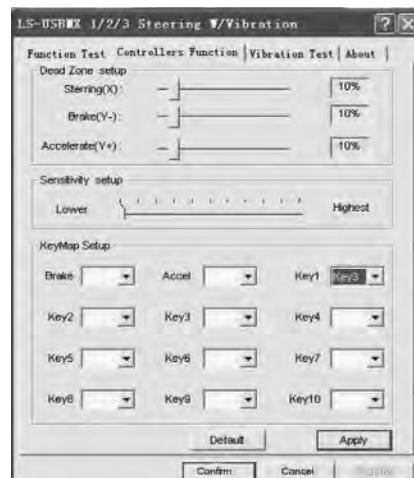

Рис. 8
- Выберите закладку «Controllers Function» для настройки осей и кнопок (рис. 8).
- Настройка Dead Zone setup («мертвой зоны»): манипулятор не будет реагировать на незначительное нажатие на педали газа (Accelerate Y+) и торможения (Brake Y-) и повороты руля (Steering X), поэтому нужно установить необходимые поправки (см. рис. 8);
- Настройка Sensitivity setup (чувствительности): чем выше установлена чувствительность, тем быстрее и оперативнее будет реакция манипулятора на нажатие педалей и повороты руля, поэтому нужно установить необходимые установки – в пределах от Lower (низкого) до Highest (см. рис. 8);
- В разделе KeyMap Setup можно перепрограммировать значение кнопок: для этого напротив обозначения кнопок необходимо выбрать нужное значение (см. рис. 8);
- При первом подключении сразу после установки драйверов можно автоматически отцентрировать манипулятор, нажав кнопку MODE ⑮.